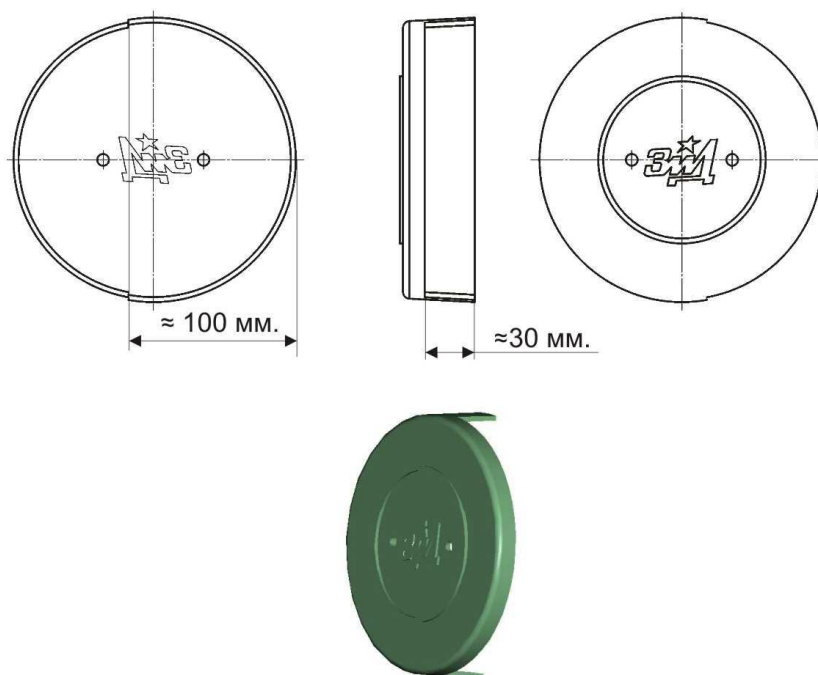

Рис. 2. Эскиз доработки защитного закрытия шкива отбора мощности.
5. Снять с мотоблока защитное закрытие шкива вала отбора и щиток колеса под ним. Надеть ремень привода снегоуборщика из комплекта поставки. В защитном закрытии шкива вала отбора мощности редуктора мотоблока сделать вырез для ремня привода снегоуборщика (рис.2);